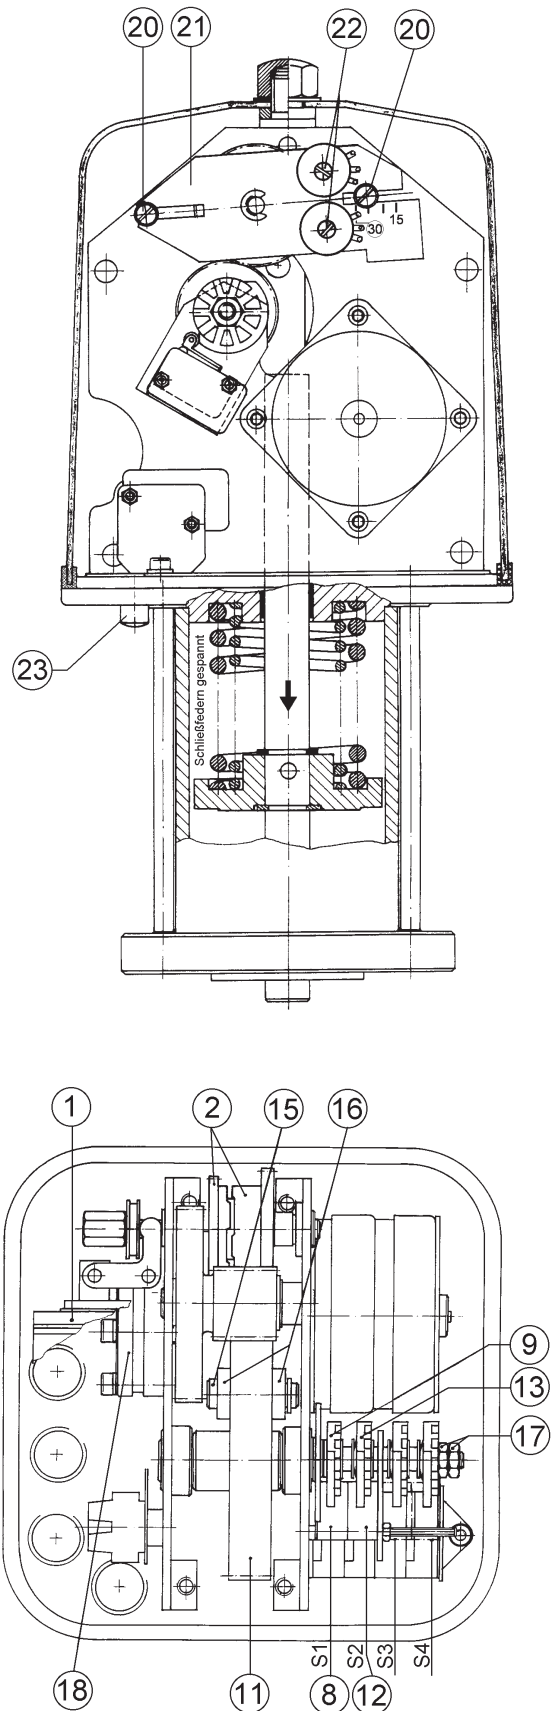

Bild 4.1: Antrieb EL 5060 und EL 5070
- Hubanzeigering [14] (siehe Bild 4.1, Seite 14), sofern vorhanden, justieren